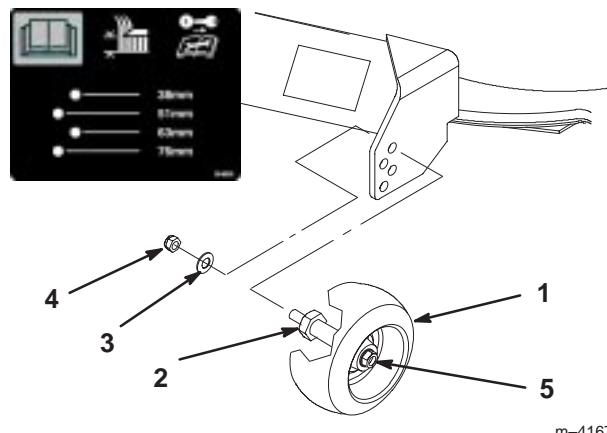

Figure 25
2. Lorsque la hauteur de coupe est réglée, enlevez l'écrou et la rondelle tout en maintenant le goujon avec une clé (Fig. 25).
Remarque : N'enlevez pas l'écrou et la rondelle de la roue (Fig. 25).
3. Choisissez le trou pour que la roue de jauge se trouve le plus près possible de la hauteur de coupe correspondante voulue (Fig. 25).
4. Remettez l'écrou et la rondelle sur le goujon (Fig. 25).